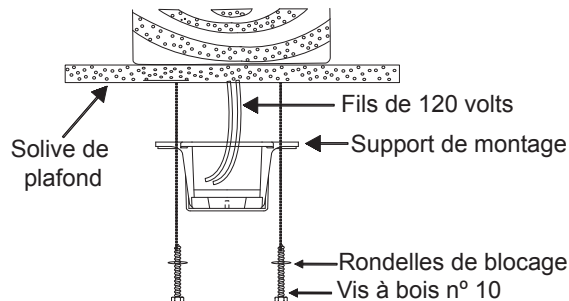

Fig. 7
**Étape 4A.** Fixez le support de montage directement à une solive de la structure du bâtiment. Utilisez uniquement les vis à bois et rondelles de blocage appropriées fournies avec votre ventilateur. (Fig. 7)
**ATTENTION : Le support de montage doit être installé directement sur la solive du bâtiment, à l'aide des deux vis à bois et rondelles fournies. (Fig. 7)**